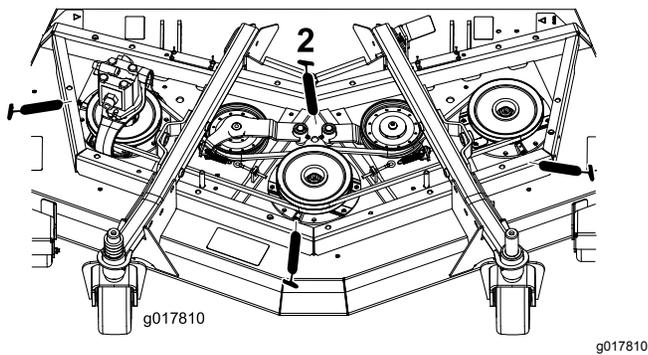

Figura 37
- Cuscinetti dell'asse del mandrino (3) (Figura 37)
- Boccole orientabili (2) del braccio di rinvio (Figura 37).